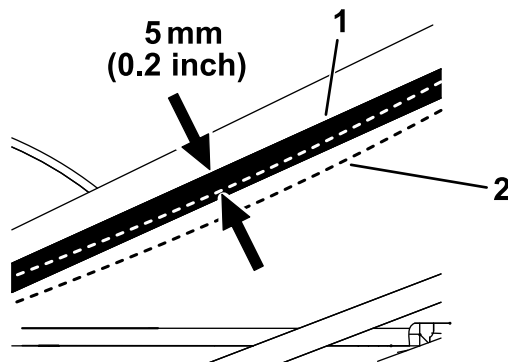

Рисунок 28
5. Для проверки натяжения ремня надавите на него одноцилиндровым пеноматериалом, как указано далее (см. рис. **Рисунок 28**).